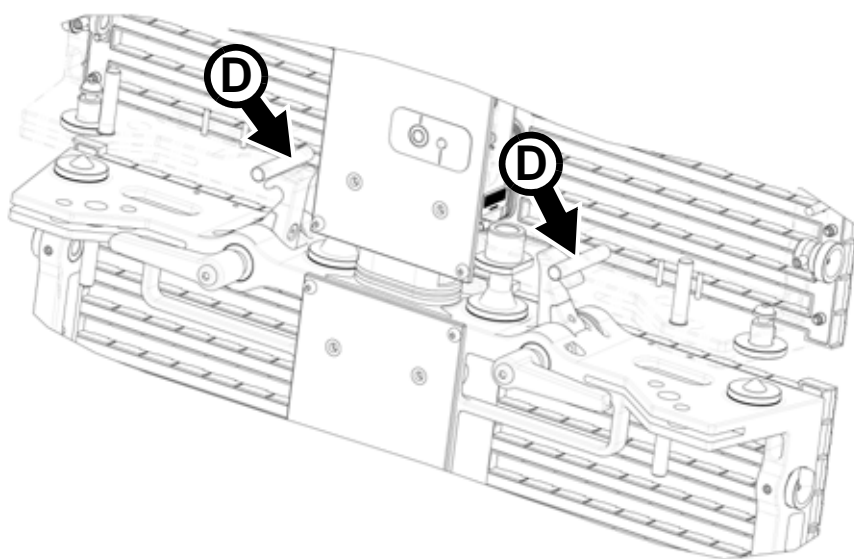

Figure 11: Crochets ouverts par les fixations (vue éclatée)
4. Voir Figure 11. Continuez à soulever le panneau de façon à repousser les ressorts des crochets avec les fixations **D** du bloc ou du panneau.